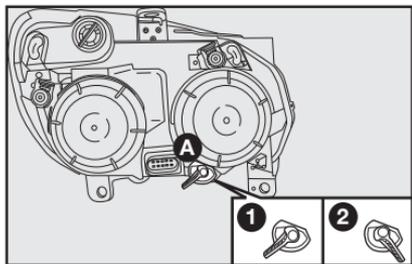

fig. 117
- Girar o seletor **A-fig. 117** para a posição desejada.